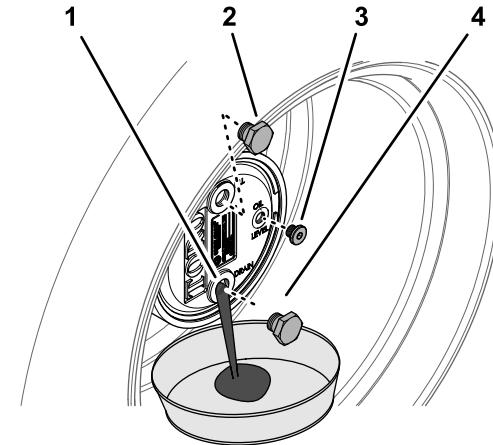

図 74
2. 補給プラグが時計の12時を指し、点検プラグが3時の位置を指すようにマシンを駐車する図 74。
3. プラネタリハブの下にオイル回収容器を置き、6時の位置にあるドレンプラグを外してオイルを抜く図 74。
5. プラネタリハウジングのドレン穴にプラグを取り付ける図 74。